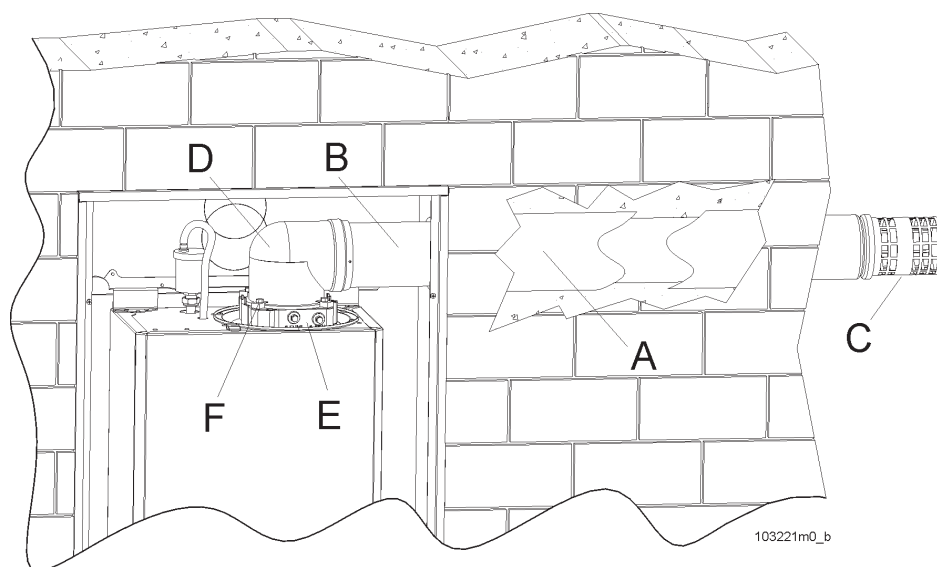

Figura 25 - Installazione del sistema coassiale
L'apparecchio viene fornito di serie senza raccordi per il collegamento dello scarico fumi/aspirazione aria. Per collegare la caldaia ad un sistema "coassiale 60/100" occorre richiedere l'apposito kit ed installarlo come in figura 25.
- fare riferimento alla figura 25;